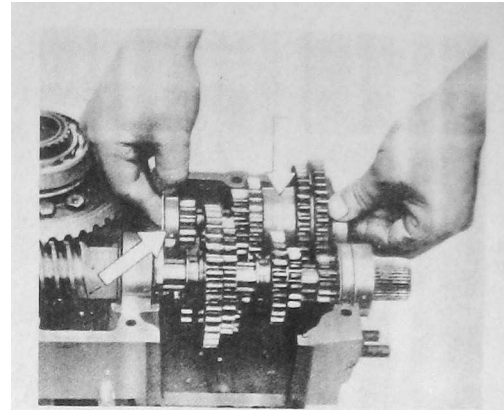

Fig. 76
1. Beide Kugellager in die Zapfen des Vorgelegeblocks (Fig. 76, rechts) pressen.
2. Vorgelegeblock mit Sicherungsscheibe (Fig. 76, links) in das Gehäuse legen.
1. Press both ball bearings into the journals of the countershaft block (Fig. 76, right).
2. Place countershaft block with securing ring (Fig. 76, left) in housing.